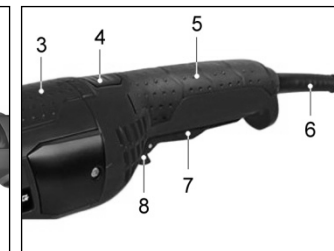

Рис. 5.
7.4. Изменение положения основной рукоятки (Рис. 5)